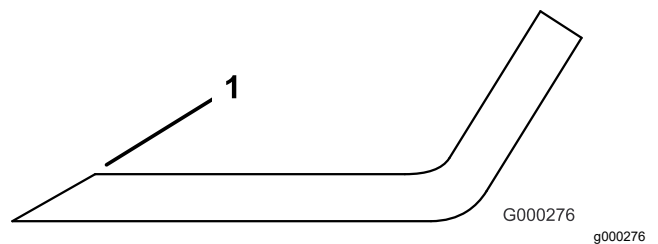

Bild 77
3. Prüfen Sie die Schnittkanten aller Messer und schärfen die Kanten, wenn sie stumpf sind oder Kerben haben (Bild 77).
Hinweis: Schärfen Sie nur die Oberseite der Schnittkante und behalten Sie den ursprünglichen Schnittwinkel bei, um die Schärfe des Messers zu gewährleisten (Bild 77). Das Schnittmesser bleibt ausgewuchtet, wenn von beiden Schnittkanten die gleiche Materialmenge entfernt wird.